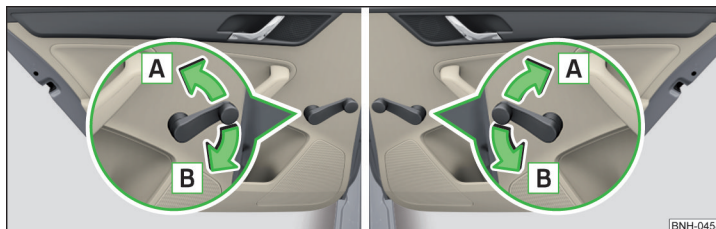

Fig. 41 Operarea geamului: stânga/dreapta
► Rotiți manivela în sensul săgeții **A** » fig. 41.
► Rotiți manivela în sensul săgeții **B** » fig. 41.